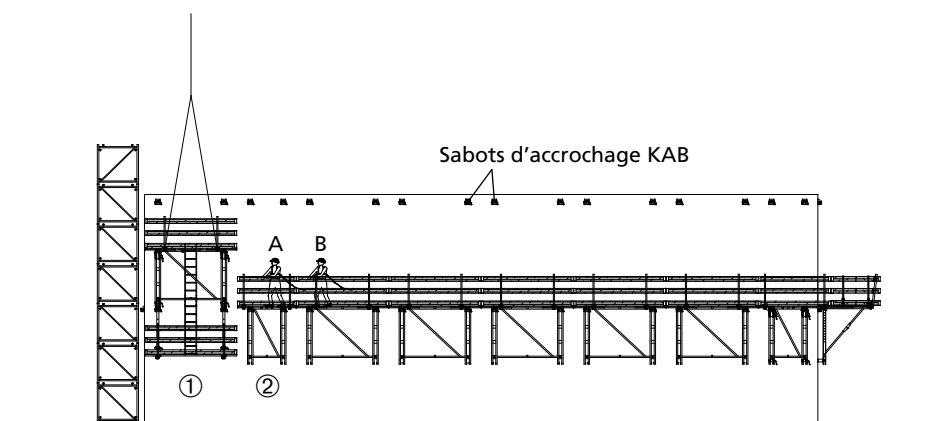

Fig. 29.2
6. La plate-forme de travail pliable KAB (avec échelle et plate-forme suspendue) ① est alors attachée à la grue avec les élingues. Les personnes A et B quittent la plate-forme ① qui vient d'être attachée à la grue. La plate-forme ① est ensuite levée vers le prochain niveau (fig. 29.2) puis accrochée sur les sabots installés préalablement à cet effet avec la grue.